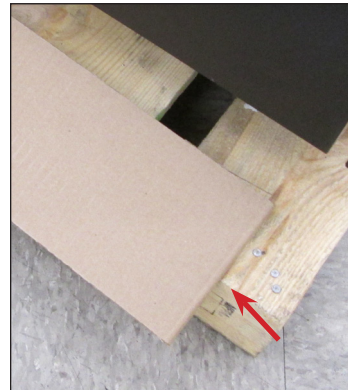

Fig. 3a. Use el cartón para evitar que el palé raye la unidad.
3. Coloque algunos cartones en el borde del palé y también coloque sobre el suelo para proteger la parte superior de la unidad. Véase 4b. Véanse las figs. 3a y 3b.